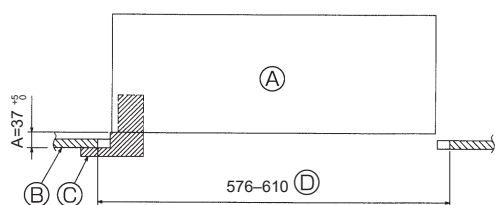

Fig. 10-2
10.2. Przygotowanie do zamontowania kratki (Fig. 10-2)